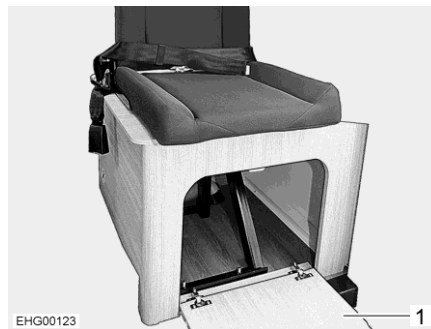

Bild 24 Lådkonsol (öppnad)
- Fäll ned lådkonsolens lucka (Bild 24,1).